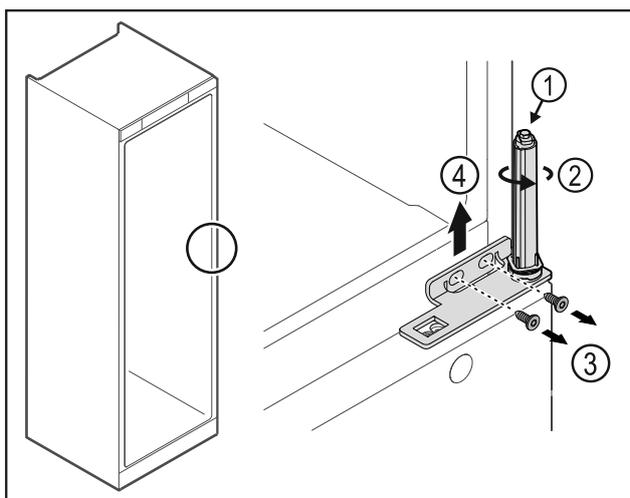

Fig. 26
- ▶ Türschließsystem nicht zerlegen Fig. 26 (1).
- ▶ Schließsystem Fig. 26 (2) drehen, bis es klickt.
- ▶ Schrauben Fig. 26 (3) lösen, Scharnierwinkel nach oben abnehmen Fig. 26 (4).